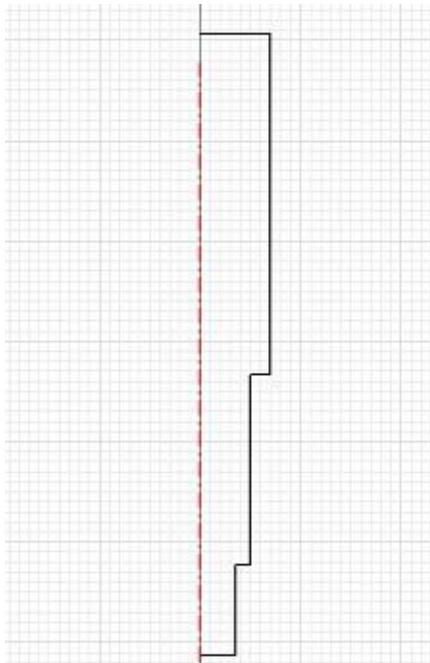

Рисунок 2.5 – Эскиз винта без размеров
- Команда построения отрезков еще активна, поэтому сразу добавляем остальные линии, как показано на рис. 2.5. При построении последних, следите за их перпендикулярностью (параллельностью) по отношению к первой линии. При построении замыкающей линии следите за тем, чтобы контур эскиза получился замкнутым.